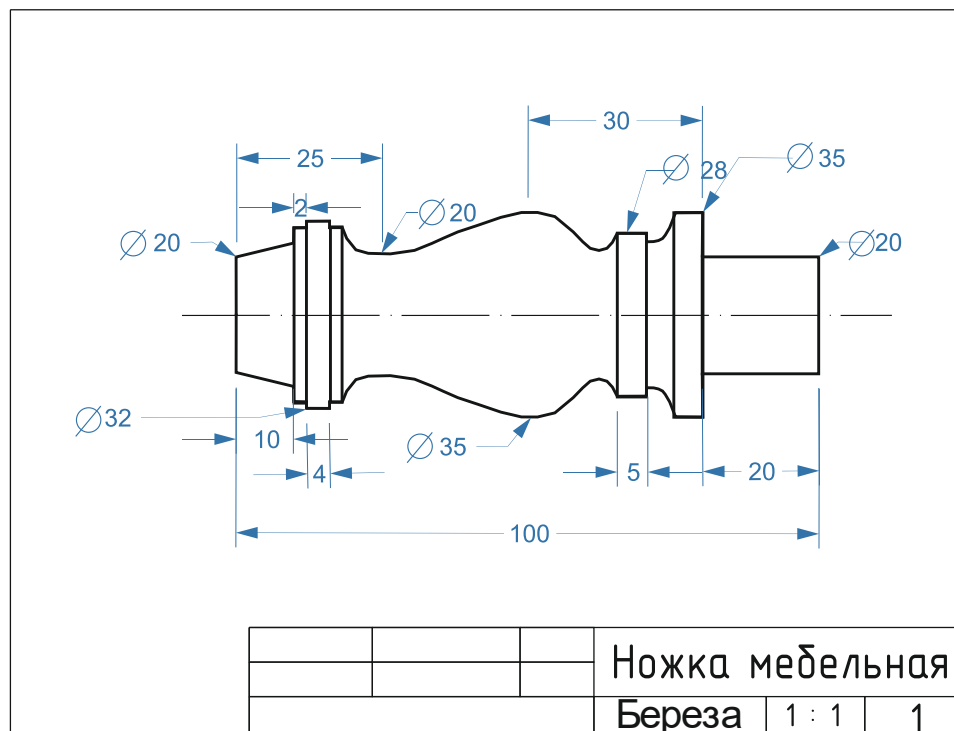

Рис. 1. Чертеж Ножка мебельная
2. По чертежу изготовить Ножку мебельную (рис. 1).